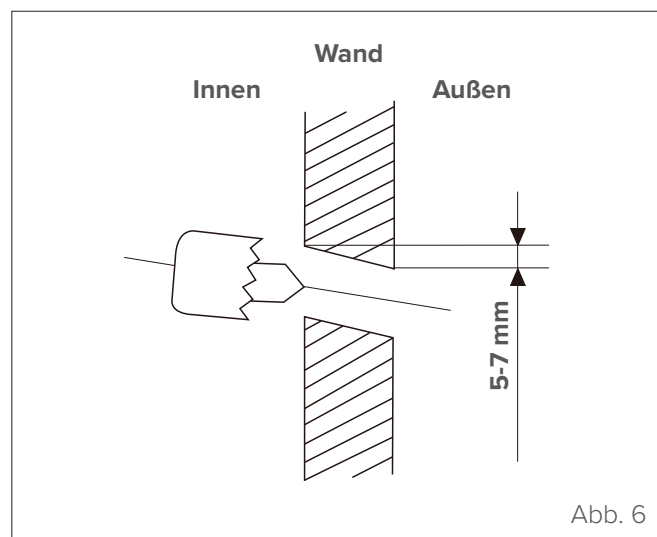

Abb. 6
- 1 Die Wanddurchführung passend zur Position der Montageplatte positionieren. Für Informationen zur Auswahl der optimalen Position, siehe “Abmessungen der Montageplatte”. Die Wanddurchführung sollte einen Mindestdurchmesser von 65 mm aufweisen und leicht schräg nach unten verlaufen, um die Entwässerung zu fördern (siehe “Abb. 6”).